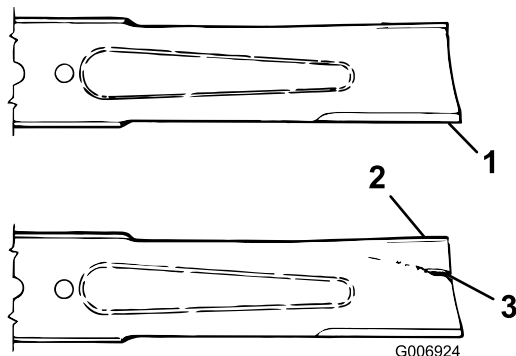

図 96
3. ブレードの切っ先を注意深く観察、特に、直線部と曲線部が交わる部分をよく観察する 図 96。
4. 磨耗が進んでいる場合 図 96には、ブレードを交換する ブレードの取り外しと取り付け \(ページ 60\)を参照。